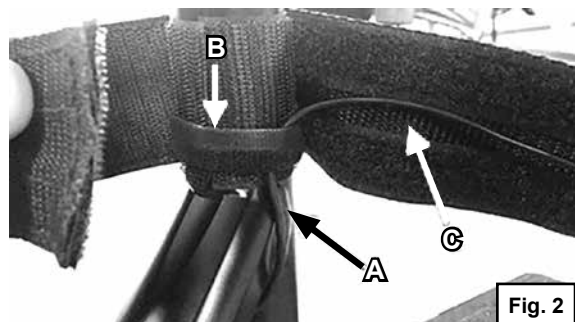

Fig. 2
8. Route the cables of the LED lights (A) along the frame towards the calf-strap. Use Velcro-zip-ties (B) to tighten the cables to the frame underneath the calf-strap (Fig.2)
9. Route the cables through the Velcro-channel (C) on the backside of the calf-strap towards the middle of the calf strap (Fig.2)
8. Führen Sie die Kabel der LED-Beleuchtung (A) am Rahmen entlang zum Wadenband hin. Befestigen Sie die Kabel mit dem Klettverschluss (B) unter dem Wadenband am Rahmen (Fig. 2)
9. Führen Sie die Kabel durch die Aussparung im Klettverschluss (C) an der Rückseite des Wadengurts zur Mitte des Wadenbands hin (Fig. 2).
8. Acheminez les câbles des lumières LED (A) le long du châssis en direction de la sangle mollets. À l'aide des attaches Velcro (B), maintenez les câbles contre le châssis, sous la sangle mollets (Fig. 2).
9. Faites courir les câbles le long de la rainure Velcro (C) au dos de la sangle mollets, jusqu'au centre de la sangle (Fig. 2).